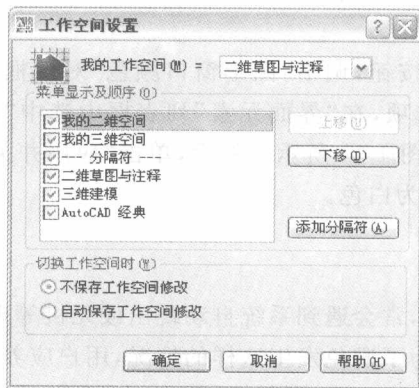

图 1-8 “工作空间设置”对话框
(7) 在 AutoCAD 2008 中,二维绘图和三维绘图需要使用的工具栏有较大的变化,用户还可以按照上述方法设置一个三维绘图的工作空间界面,并将其以文件名“我的三维空间”保存下来,在绘图时可根据需要选择不同的工作空间,提高绘图的效率。
(8) 选择“工具”→“工作空间”→“工作空间设置”命令,或在“工作空间”工具栏中单击“工作空间设置”按钮 ,调出“工作空间设置”对话框。在该对话框的“菜单显示及顺序”列表框中选中“我的二维空间”选项,多次单击“上移”按钮,将其移动到列表框的顶部,方便选择,如图 1-8 所示。